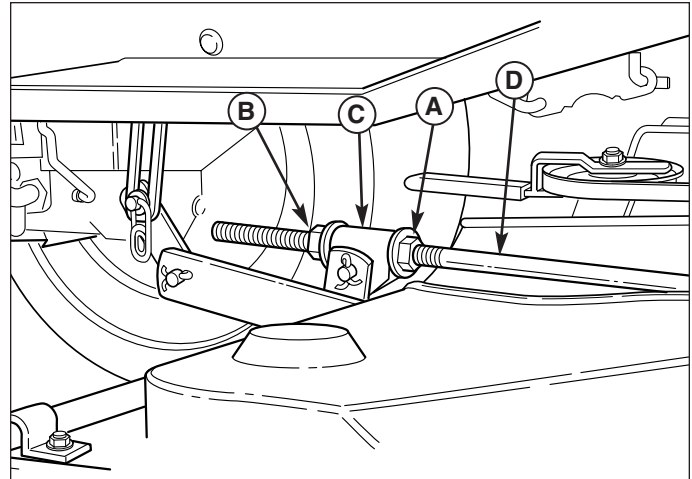

Figure 28. Mise à niveau longitudinale de la tondeuse
- Voir la figure 28. Pour lever l'avant de la plate-forme de la tondeuse, desserrez l'écrou avant (A) et tournez l'écrou arrière (B) contre le support (C).
- Pour abaisser l'avant de la plate-forme de tondeuse, desserrez l'écrou arrière (B), et le support (C) se déplacera vers l'arrière pour allonger la tige.
- Vérifiez de nouveau la mesure avant de serrer l'écrou avant (A) contre le support.